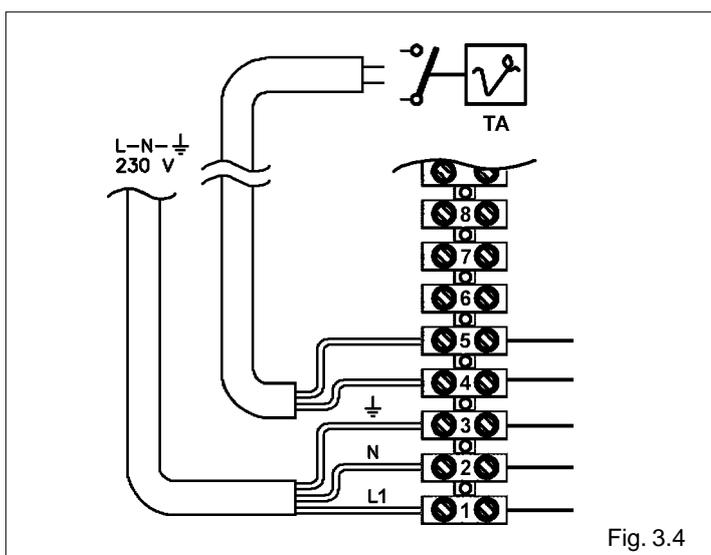

Fig. 3.4
- conexión del termostato ambiente (TA) (fig. 3.4).